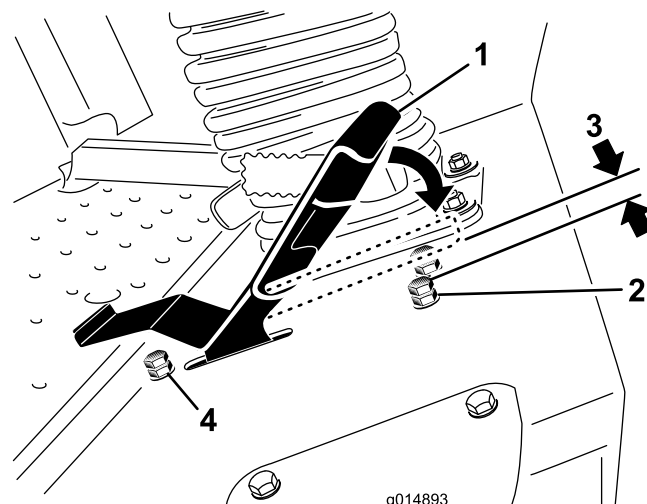

Figura 39
3. Afloje la contratuerca del perno de tope del pedal de tracción (Figura 39).